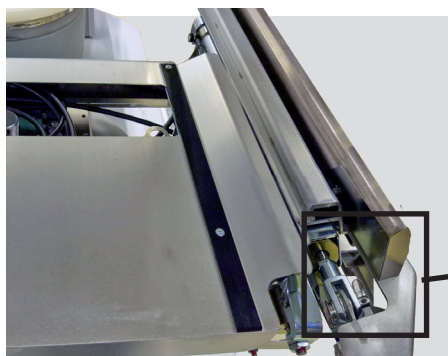

Рис. 13-3 Зафиксированный X-цилиндр Для освобождения болта – потянуть фиксатор
- Откинуть фиксатор и потянуть болт наружу (Рис. 13-3 справа).